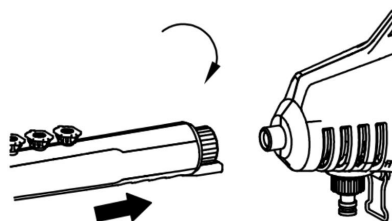

Fig.2
2. Attacher du lance à la machine de nettoyage, comme le montre la figure 2.